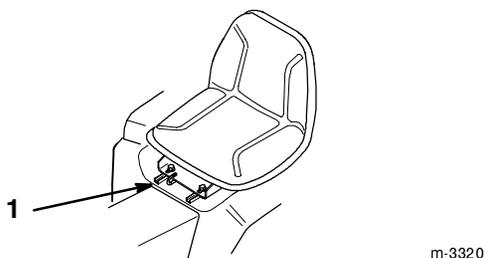

Figure 19
1. Pour régler la position, pousser le levier sur le côté de manière à déverrouiller le siège (Fig. 19).